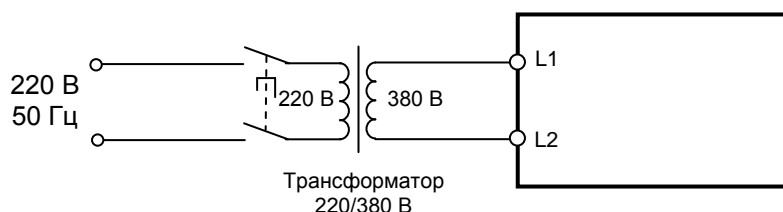

Рис. 4.8. Подключение ПЧ к сети.
4.7.1. Подключить преобразователь к электросети 3Ф ~380 В (к сети 1Ф ~220 В через трансформатор 220/380 В), как показано на рис. 4.8.